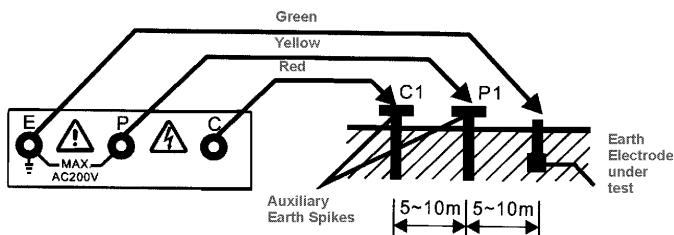

Fig. 1
- (1) Conecte las sondas de test verde, amarillo y rojo a los terminales del dispositivo E, P and C con las picas de tierra auxiliares P1, C1 insertadas en el terreno "EN UNA LÍNEA RECTA" (Fig. 1).
- (2) Gire el selector al rango adecuado y pulse el botón para realizar la comprobación y tomar una lectura.
(6) Dado que la corriente de medición es solamente 2 mA, el interruptor de fuga a tierra (ELCB) no se dispara incluso si se usa el lado a tierra de la fuente de alimentación con un ELCB.
* Siga la conexión adecuada como se muestra en la Fig. 1. El indicador LED se iluminará. Esto prueba que una correcta circulación de corriente está en funcionamiento.